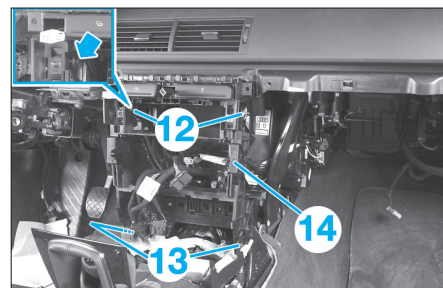

Fig. 22
- Déposer les vis de fixation (12) (Fig.22) et desserrer les vis de fixation (13).
- L'élément central (14) étant désolidarisé, faire pivoter celui-ci vers l'arrière tout en dégageant les connecteurs de l'ESP et feux de détresse.